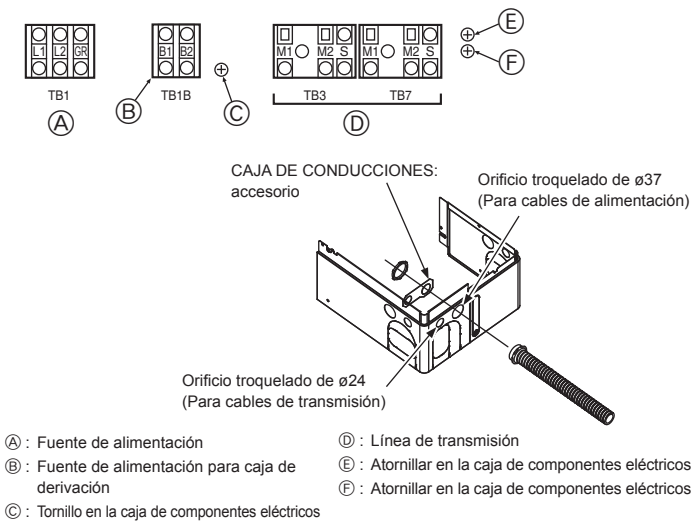

Fig. 7-1
7.2. Caja de control y posición de conexión de los cables (Fig. 7-1)